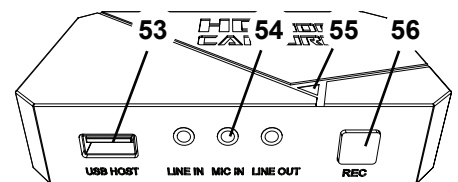

Abb. 25
- ⇒ REC-Taste (56, Abb. 25) am HDMI-Video-Recorder drücken.
- ♦ Die Signal-LED (55, Abb. 25) leuchtet rot.
⇒ Mikrofon-Kabel des Headsets (rosa Stecker) in Anschluss MIC IN (54, Abb. 25) (rosa Kennzeichnung) einstecken.